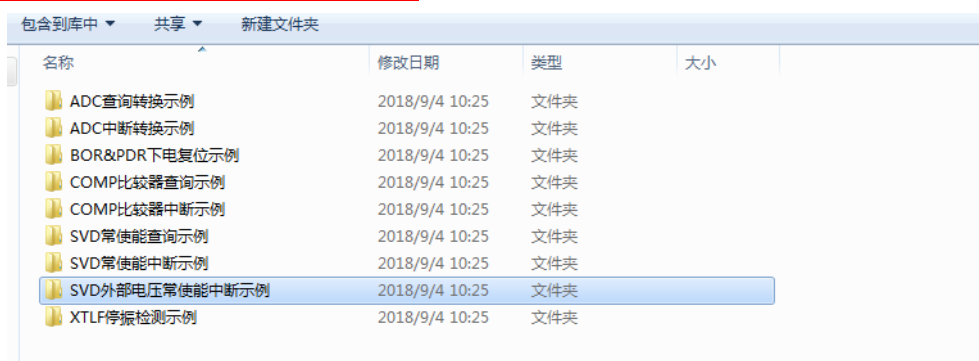

图 5-3 SVS 外部电压常使能中断示例
- 3、SVD 使用外部通道 SVS 引脚做掉电检测时，需要将该引脚配置成模拟引脚。参照提供 SVS 外部电压常使能中断示例 如图 5-3
◎进入仿真模式，在图 5-3 打断点，运行程序；当将把 USB 供电线断开（作为外部电压供电不正常），此时程序执行到如图 5-5 位置，说明电压欠压。